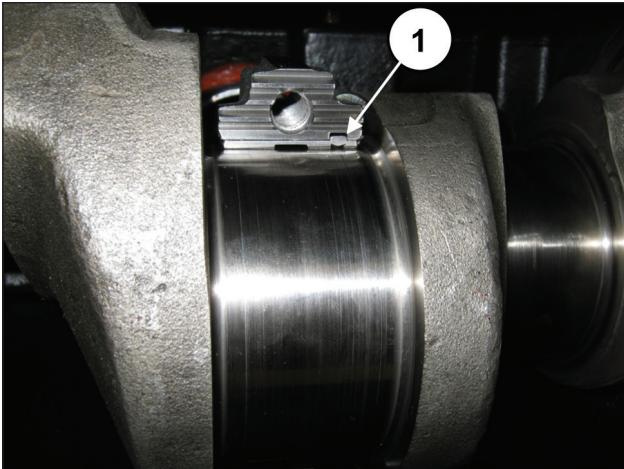

Рис. 68
**Для того чтобы сборка была правильной, проверьте, находится ли контрольная шпонка полуподшипников в специальном посадочном месте на половинке шатуна (поз. ①, Рис. 68).**